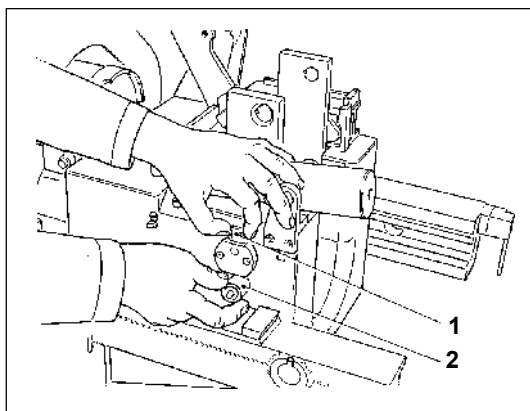

Fig 8-6. Retirada do contato elétrico
(4) Levante o “plug” (1) e, com cuidado, retire o contato elétrico da culatra (2). (Fig 8-6)